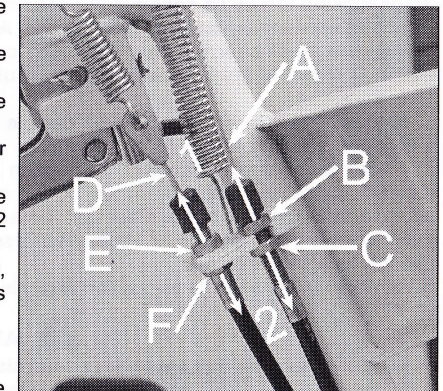

Figure 20
Câble d'avancement (figure 20, repère A).
2. Dévissez le contre écrou du câble de la transmission (figure 20, repère B).
3. Tourner l'écrou de réglage (figure 20, repère C) pour ajuster la tension du câble.
- Si la courroie patine sous charge quand le la transmission est embrayée, tournez l'écrou de réglage dans la direction 1 (figure 20).
- Si la transmission ne se débraye pas entièrement, tournez l'écrou de réglage dans la direction 2 (figure 20).
Câble de frein (figure 20, repère D)
2. Dévissez le contre écrou du système de réglage de tension du câble de frein (figure 20, repère E).
3. Tourner l'écrou de réglage (figure 20, repère F) pour ajuster la tension du câble.
- Si le frein manque d'efficacité, dévissez l'écrou de réglage de tension du câble dans la direction 2 (figure 20).
- Si le frein ne se désenclenche pas complètement, vissez l'écrou de réglage de tension du câble dans la direction 1 (figure 20).